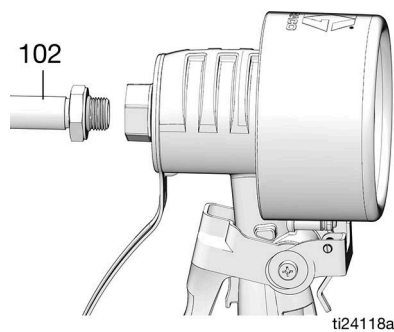

FIG. 5
- b. Enfiler la rallonge (102) dans le boîtier du compteur comme indiqué sur la FIG. 5, jusqu'à ce qu'elle s'enfonce.